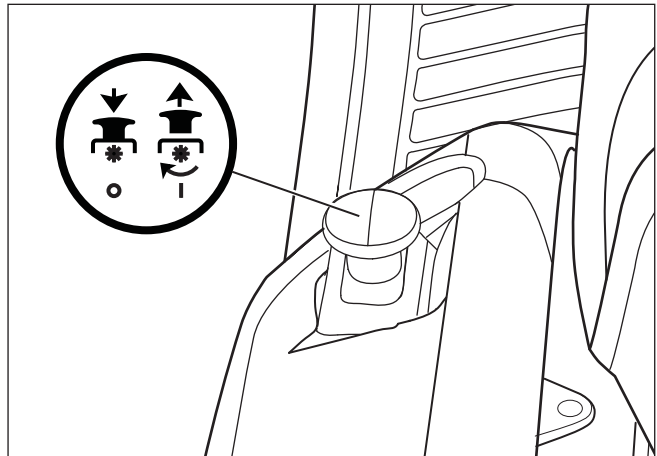

Figure 8
1. Avant de mettre le moteur en marche, s'assurer que la commande de rotation de lame est en position DÉBRAYAGE (voir la **Figure 8**).
2. Pour conduire sur un trottoir ou une route, déplacer le levier de levage en position la plus haute et déplacer la commande de rotation de lame en position DÉBRAYAGE (voir la **Figure 8**).
2. Appuyer sur la commande de rotation de lame en position DÉBRAYAGE (voir la **Figure 8**).
1. Appuyer sur la commande de rotation de lame en position DÉBRAYAGE (voir la **Figure 8**).
4. Déplacer lentement la commande de rotation de lame en position EMBRAYAGE (voir la **Figure 8**).